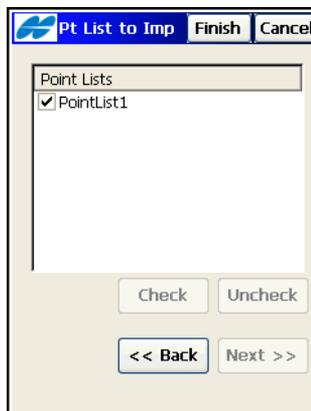

Abbildung 5-5. Punktlist(e) für Import wählen
8. Wählen Sie im Fenster *Pktliste f. Imp* (Abbildung 5-5) die zu importierenden Punktlisten.
9. Tippen Sie auf **Weiter**, wenn andere Importdaten im Fenster *Aus <Projekt>* gewählt sind. Im nächsten Fenster können Sie weitere Objekte (Achsen, Gradienten, Straßen oder Querprofile) ähnlich wie im Fenster *Pktliste f. Imp* wählen (Abbildung 5-5 auf Seite 5-4).